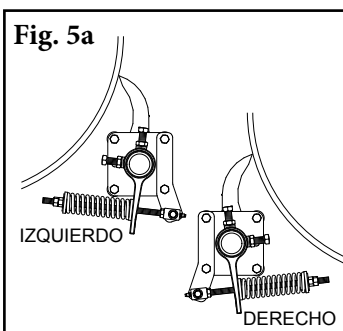
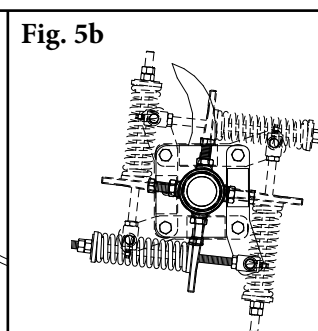

Fig. 5a
Fig. 5b
6. **Instale el tensor.** Determine el lado y la posición deseados (Fig. 5a) (el tensor se puede instalar en cualquier posición de 360° alrededor del eje como se muestra en la Fig. 5b) y quite los dos tornillos de la placa de montaje que son necesarios para instalar el soporte del eje del pivote. Con la barra de pivote insertada a través del orificio con ranuras en el brazo de torsión, deslice juntos los dos componentes en el eje. Con los tornillos largos que se incluyen, ajuste el soporte del eje del pivote en la placa de montaje y apriete (Fig. 5c).